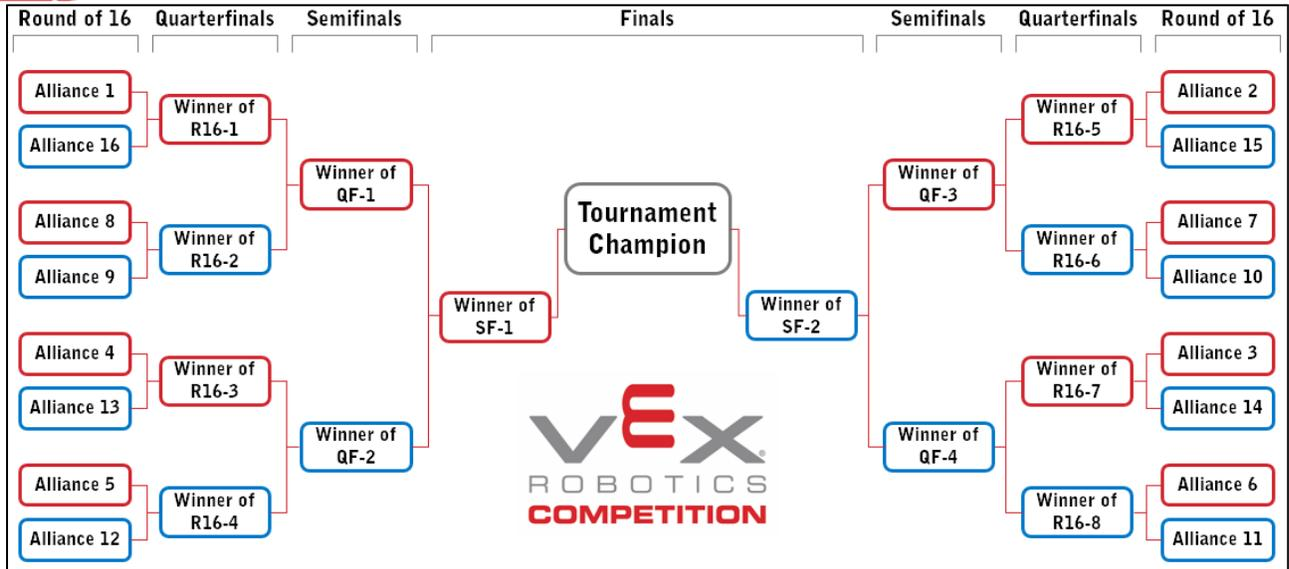

图 T17-1 16 联队对阵图
<T17> 淘汰赛按对阵图进行。 十六 (16) 支联队淘汰赛将按图 T17-1 的对阵图进行，每轮各赛局按编号进行：